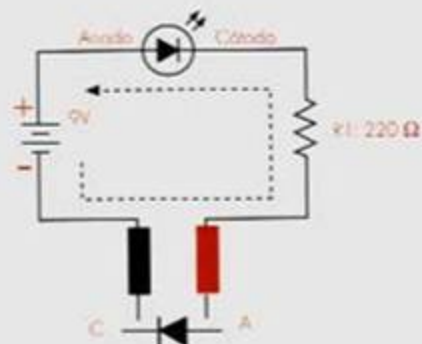

Figura 1. Diagrama esquemático
1. Arme en el protoboard el circuito que aparece en el diagrama esquemático de la figura 1, usando como guía el diagrama pictórico.
2. Inicialmente una los cables sueltos al diodo D1 en el sentido que muestra el diagrama pictórico, o sea que su cátodo (C) vaya al negativo de la batería. El LED se encenderá indicando que la corriente fluye a través del diodo D1.
3. Ahora invierta el sentido del diodo, o sea, que al ánodo (A) vaya al negativo de la batería. En este caso, ninguna corriente fluye a través de diodo y por lo tanto, el LED permanecerá apagado.